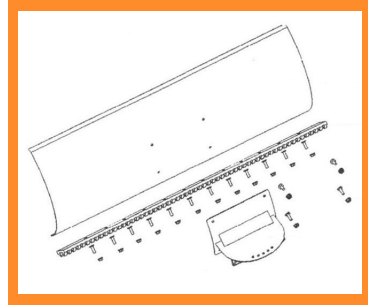

Bild. 6
2. Schieben Sie den neuen Gummistreifen (Teil C) auf und befestigen Sie ihn mit Schrauben entlang des Unterteils (Bild 6).